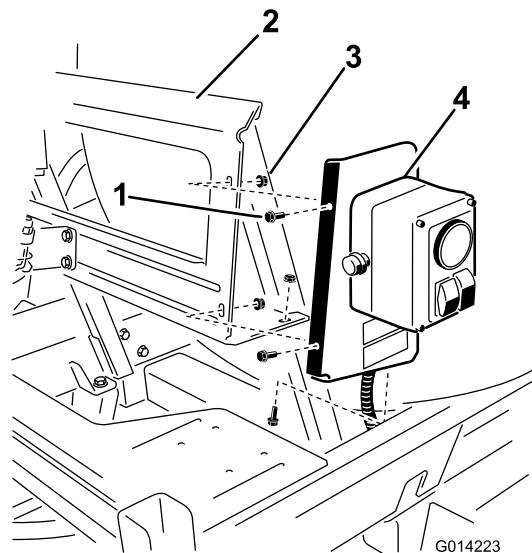

Figura 6
- Instale el conjunto en el soporte de montaje con 3 pernos (1/4 x 5/8 pulgada) y 3 contratuercas (1/4 pulgada) según se muestra en Figura 6.